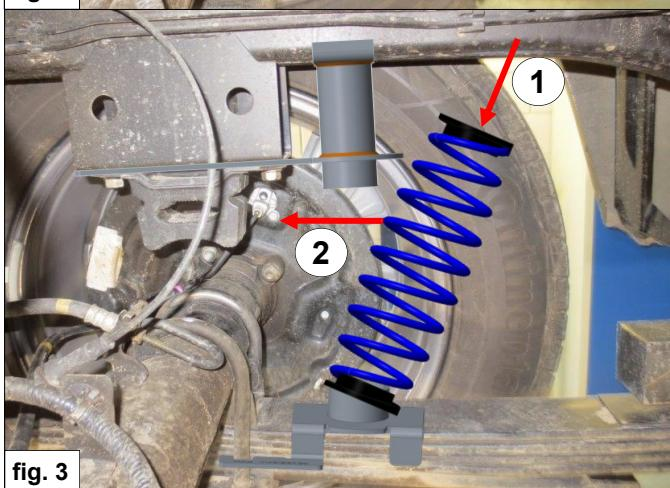

fig. 3
6. Montieren Sie die Hilfsfeder **C** mit Gummitellern **R** zwischen den Halterungen **A & B**. Beachten Sie, dass beiden Gummitellern **R** ordentlich zentriert auf die Halterungen **A & B**. (Siehe Abbildung 3, 4 & 5).
6. Placer le ressort **C** avec ressort caoutchoucs **R** entre les anneaux **A** et **B**. Notez que les caoutchoucs **R** sont correctement centrées sur les supports **A** & **B**. (Voir figure 3, 4 & 5).